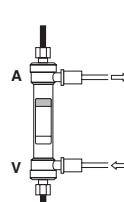

Fig.5/Abb.5/Εικ.5
7) Sluit de dialysatilijnen aan op de dialysaattoepoort zodat het dialysaat in tegenstroom met de bloedstroom stroomt. Verwijder eventuele luchtbellen en spoel de dialysaattoepoort met dialysaat dat stroomt met ongeveer 500 ml/min. (Fig. 5) Laat het dialysaat minstens 5 minuten stromen. Vermijd ultrafiltratie tijdens deze procedure.